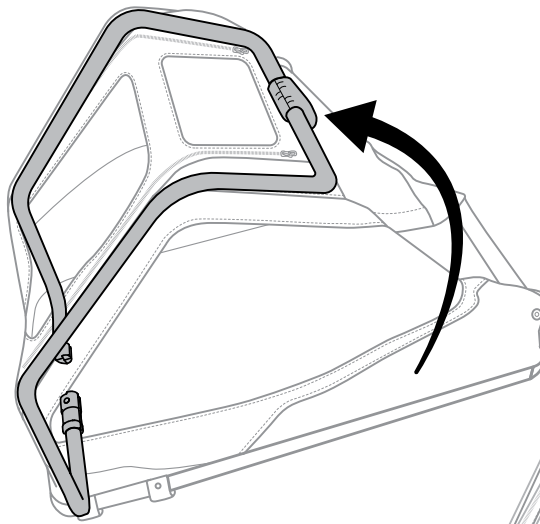

Figure 1
1. Faites pivoter le tube de cadre avant vers l'avant de la remorque (Figure 1).